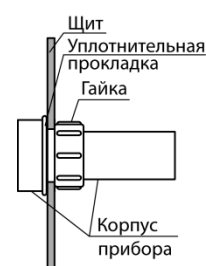

Рисунок 4.2 – Монтаж прибора
2. Надеть на тыльную сторону передней панели прибора уплотнительную прокладку из комплекта поставки, см. рисунок 4.2.